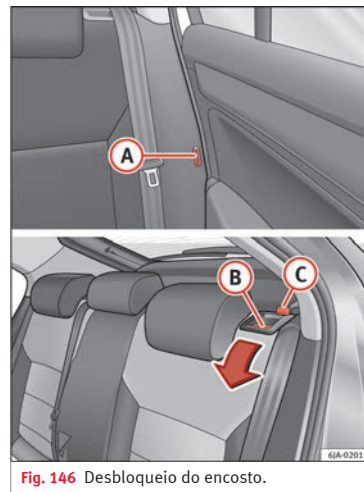

Fig. 146 Desbloqueio do encosto.
- Introduza a lingueta do cinto de segurança no orifício **(A)** » Fig. 146 situado no lado correspondente do veículo – posição de segurança.